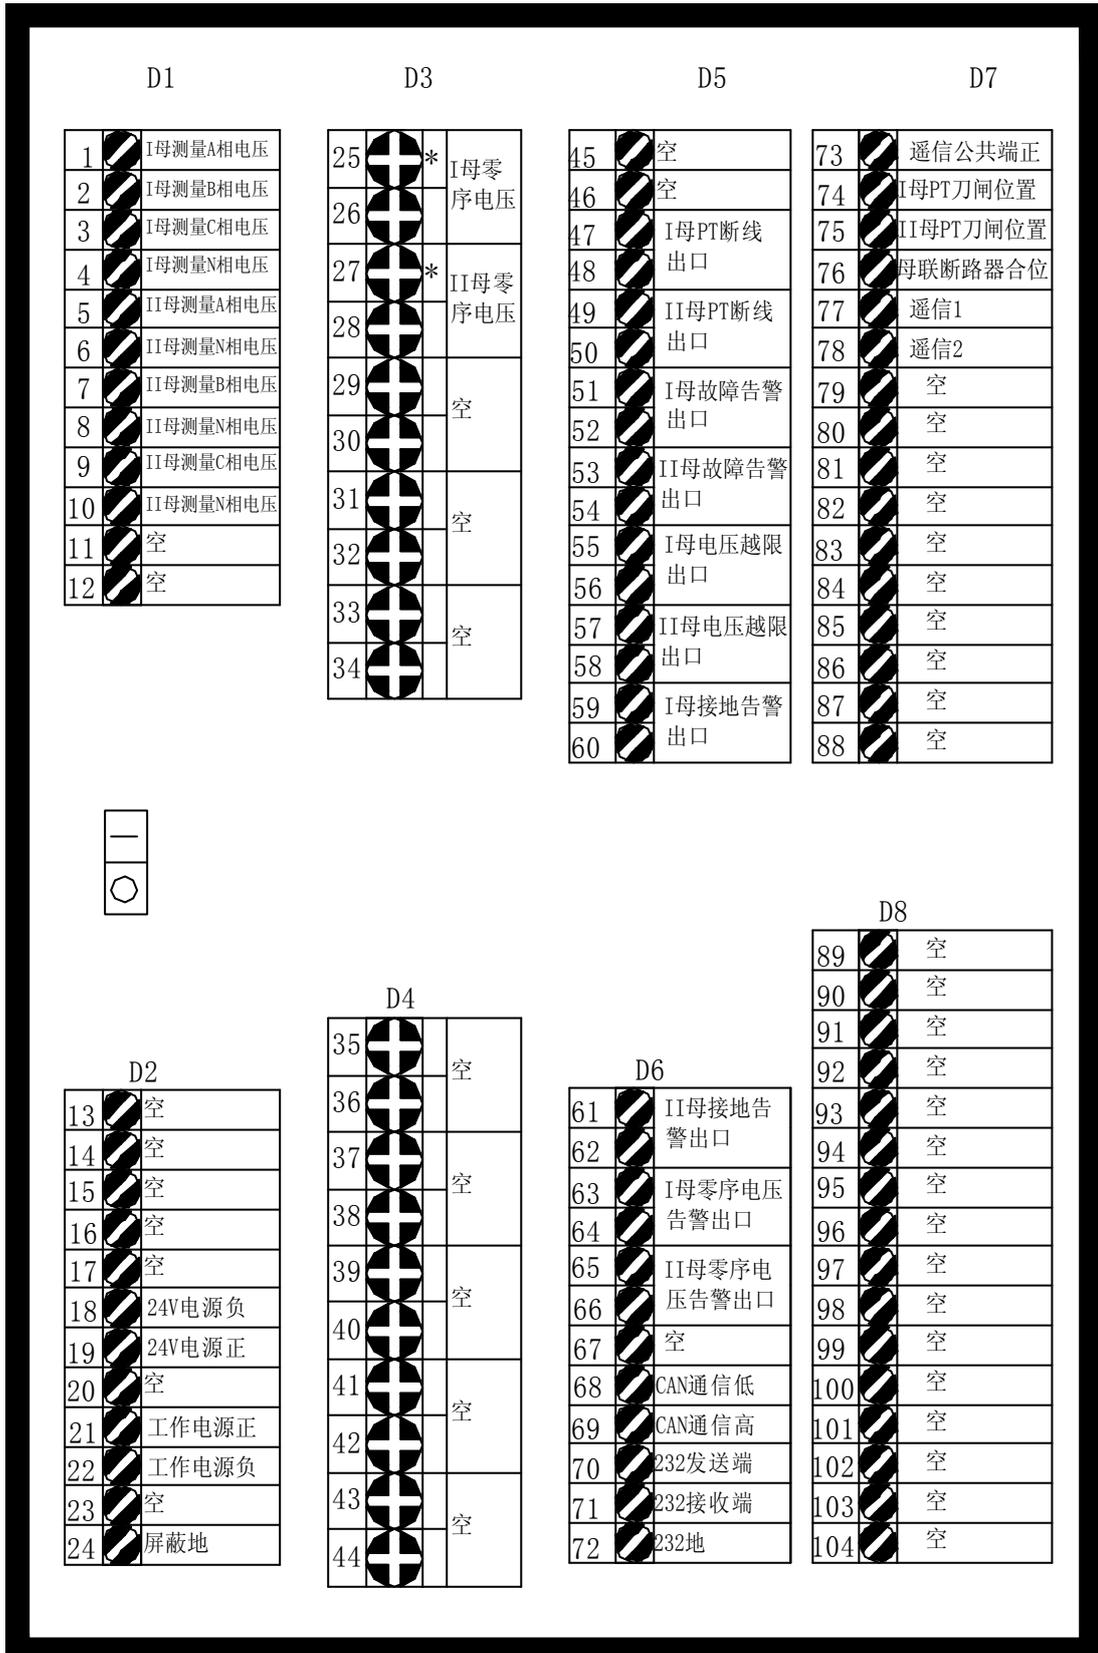

图 4-86
4.6.6 装置端子图；无并列操作端子定义，见下图（图 4-86）所示。